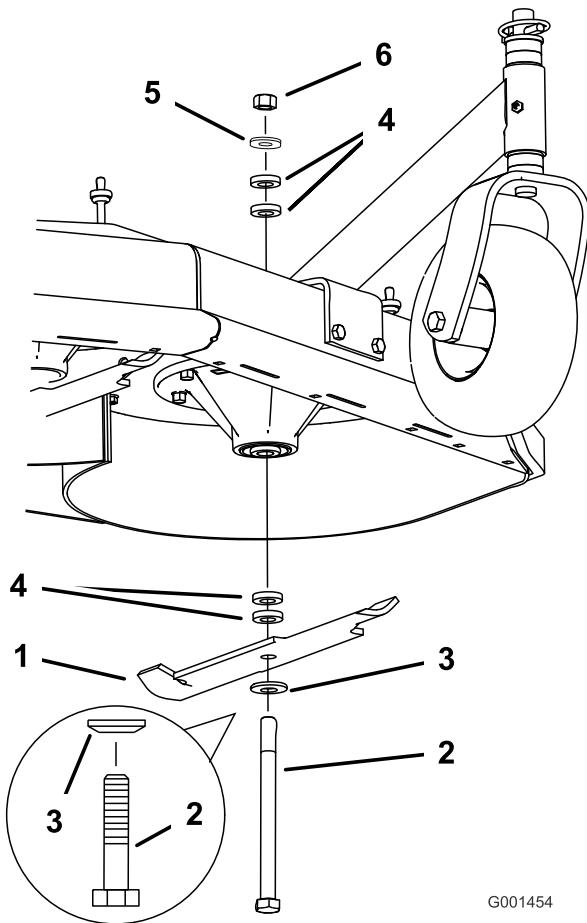

Figure 11
- Maintenez le boulon de lame et retirez l'écrou (Figure 11).
- Insérez le boulon dans l'axe et changez les entretoises selon les besoins (Figure 11).
- Posez le boulon et la rondelle bombée, ajoutez une ou des entretoise(s) et fixez-les avec une rondelle mince et un écrou (Figure 11).